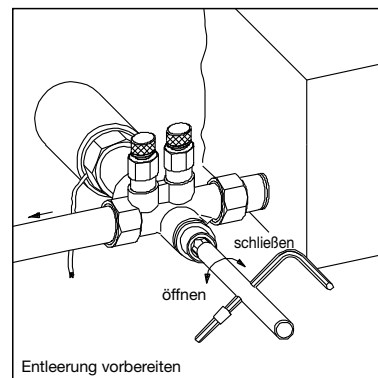

Bild 3
3. Mit dem Sechskantschlüssel SW 10, durch Linksdrehen den Einsatz lockern, max. $\frac{1}{4}$ Gewindegang (Bild 3).
3. Entleerungs- und Füllwerkzeug von der Armatur abschrauben und mit Sechskantschlüssel SW 10 den Einsatz mit max. 10 Nm nachziehen (Bild 3).
4. Mit Sechskantschlüssel SW 10 durch Rechtsdrehen des Einsatzes die Armatur schließen und mit max. 10 Nm anziehen (Bild 3).